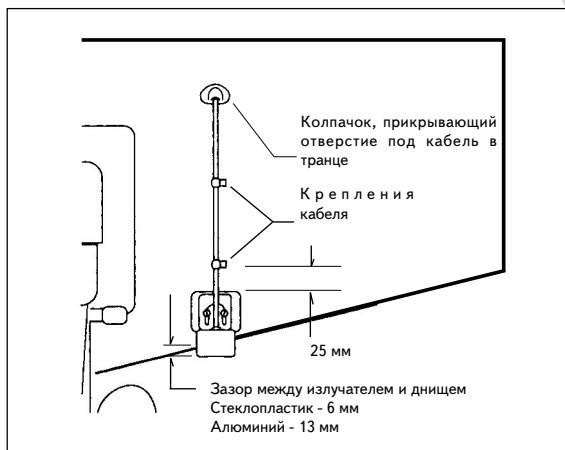

Рис.2-13
1. Перекинуть кабель через транец сверху. Как это показано на рис.2-13. Укрепить его зажимами, которые можно приобрести у своего поставщика морских изделий. Если желательно убрать кабель подальше с глаз, следует просверлить еще одно отверстие в транцевой доске диаметром 19 мм для пропуска кабеля с разъемом. (Следует помнить, что отверстие должно быть достаточно большим, пропустить кабель с надетым разъемом и чтобы чтобы не потребовалось разрезать кабель). Чтобы герметизировать отверстие, рекомендуется использовать сквозную заглушку с отверстием под кабель.